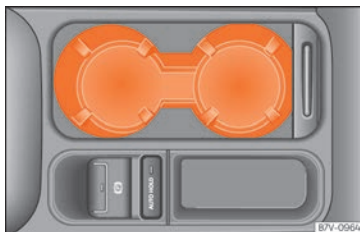

Abb. 193 In der Mittelkonsole vorn: Getränkehalter.
- Zum *Öffnen* Abdeckung nach hinten schieben »» **Abb. 193**.